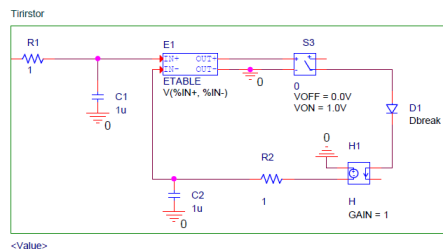
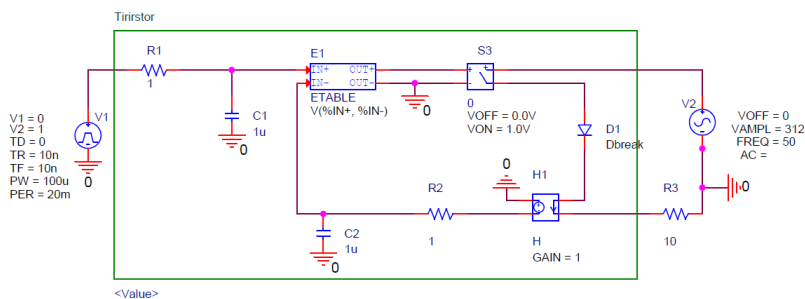

Figura 1: Circuito remplazo del triac.
Figura 2: Rectificador controlado básico.
1. Primero haz el circuito mostrado en la figura 1, el cual al ser simulado se comporta como lo haría un tiristor. Ten en cuenta que la terminal de la izquierda es la "gatez las terminales de la derecha son las de las entradas 1 y 2 correspondientes.
2. A continuación, realiza las simulaciones de 6 circuitos que utilizan el triac a modo de rectificador AC-DC, sin filtros. Estas son desde la figura 2 a la 13. Ten en cuenta que en el lugar de cada tiristor debes colocar el primer circuito mostrado en la figura 1. A excepción de los dos últimos circuitos, en los cuales debes usar un tiristor 1N1595, ya que al usar demasiados componentes Orcad no permite guardarlo y mucho menos mostrar cómo se comporta.
El circuito para reemplazar el triac para poderlo simular se muestra a continuación en la figura 1.
El primer circuito a simular se muestra en la figura 2 es la configuración más básica en la que se puede usar el triac como rectificador. Debajo de este se encuentra su simulación correspondiente.